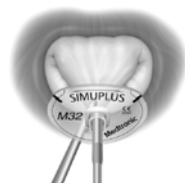

図 1
- 1) サイズを弁輪上に降ろし、サイズ線の線維三角マーカを線維三角に合わせる(図 1)。